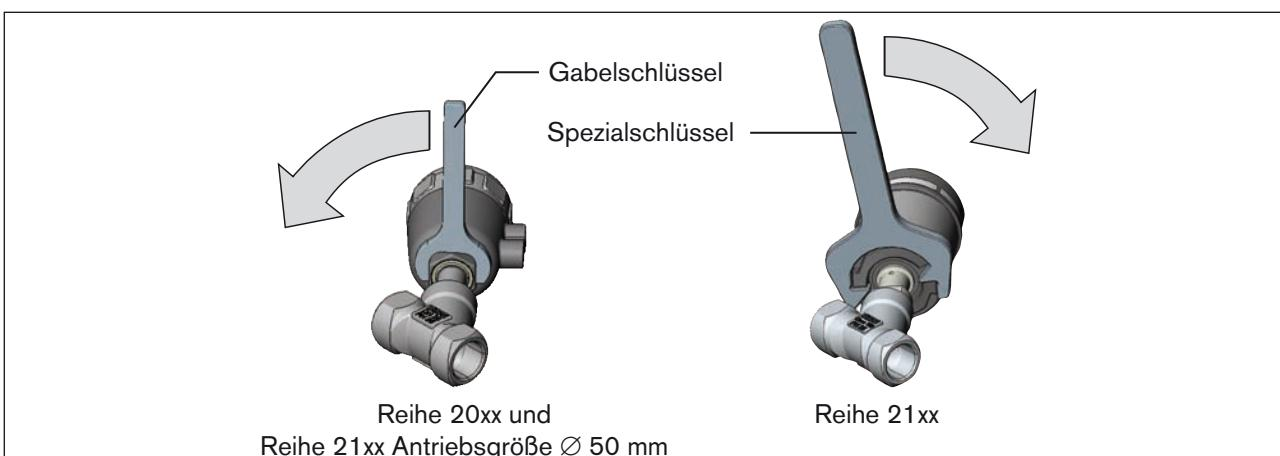

Bild 16: Drehen mit Spezialschlüssel / Gabelschlüssel
- Das Antriebsmodul nur im vorgegebenen Richtungssinn drehen (Reihe 20xx oder 21xx, siehe „Bild 16“) !